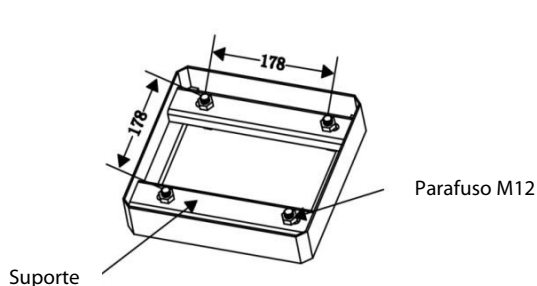

Fig. 2.2
- Insira quatro parafusos de expansão nos furos dos parafusos, conforme mostrado na **Fig. 2.2**.